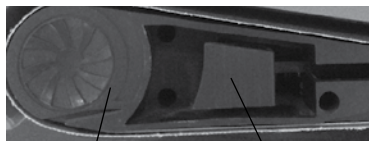

рис.2
1.11 Замена ленты осуществляется просто и быстро, используя рычаг натяжения (рис.2 поз.2), расположенный на правой стороне инструмента, в проёме правого лентодержателя. (рис.2 поз.1)
- отвести рычаг натяжения ленты (рис.2 поз.2) вперёд до упора (при этом ведомый ролик сместится назад, к ведущему);